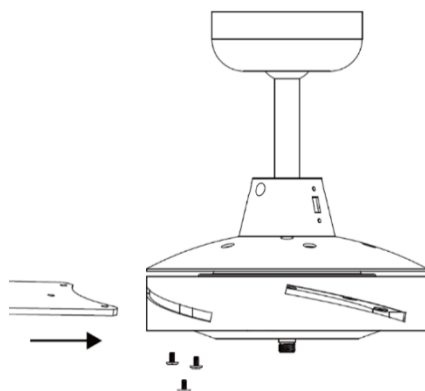

Fig. 6
3. Insérez la pale dans l'emplacement de l'élément rotatif du bloc moteur du ventilateur et alignez les 3 trous de montage de la pale sur les 3 trous de montage de l'élément rotatif du bloc moteur du ventilateur et avec les 3 vis de la pale (retirées à l'étape 1), fixez la pale au bloc moteur du ventilateur, en vous assurant qu'elles sont serrées de manière égale et uniforme. (Ne les serrez pas excessivement, car cela peut endommager les pales). Fig. 6